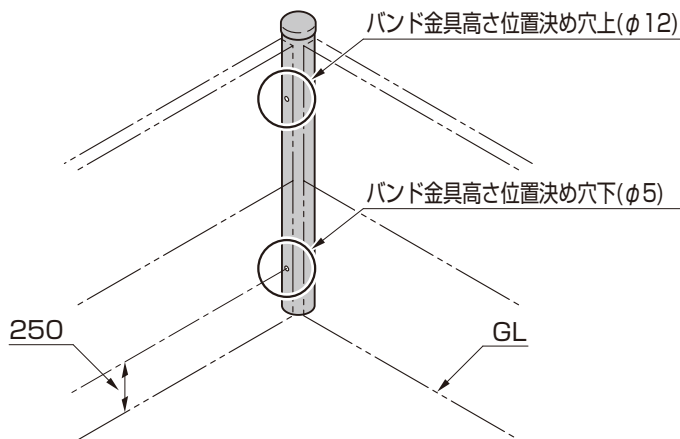

図5-1 フリーコーナー支柱の施工
- フリーコーナー支柱には、バンド金具の高さ位置決め用の穴があいています。この穴を、フェンスの通りの方向を向くように施工してください。(図5-1参照)